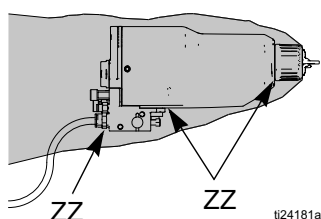

ABB. 13. Auf Materialleckagen prüfen
Während des Betriebs in regelmäßigen Abständen prüfen, ob in den Öffnungen des Pistolenabdeckblechs (ZZ) Material vorhanden ist. Siehe ABB. 13. Material in diesen Bereichen deutet darauf hin, dass Spritzmaterial auch hinter das Pistolenabdeckblech geflossen ist, was auf Undichtigkeiten an den Materialrohrverbindungen oder den Materialdichtungen zurückgehen kann.